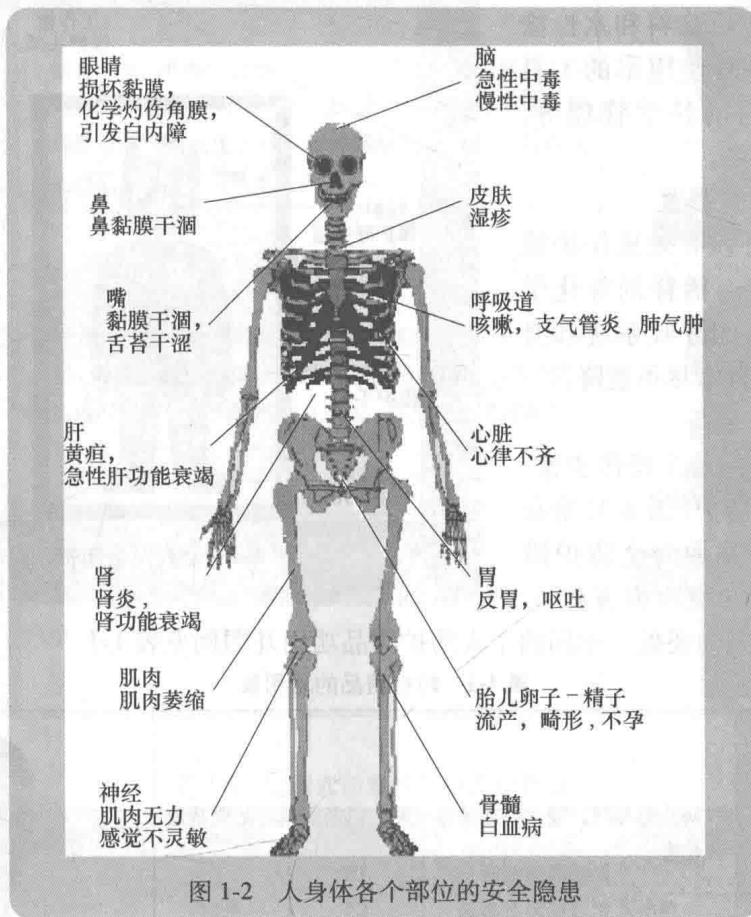

图 1-2 人身体各个部位的安全隐患
4) 2K型烤漆的固化剂可能含有异氰酸盐,异氰酸盐刺激皮肤、黏膜以及呼吸器官障碍。不注意安全防护存在的隐患,如图 1-2 所示。